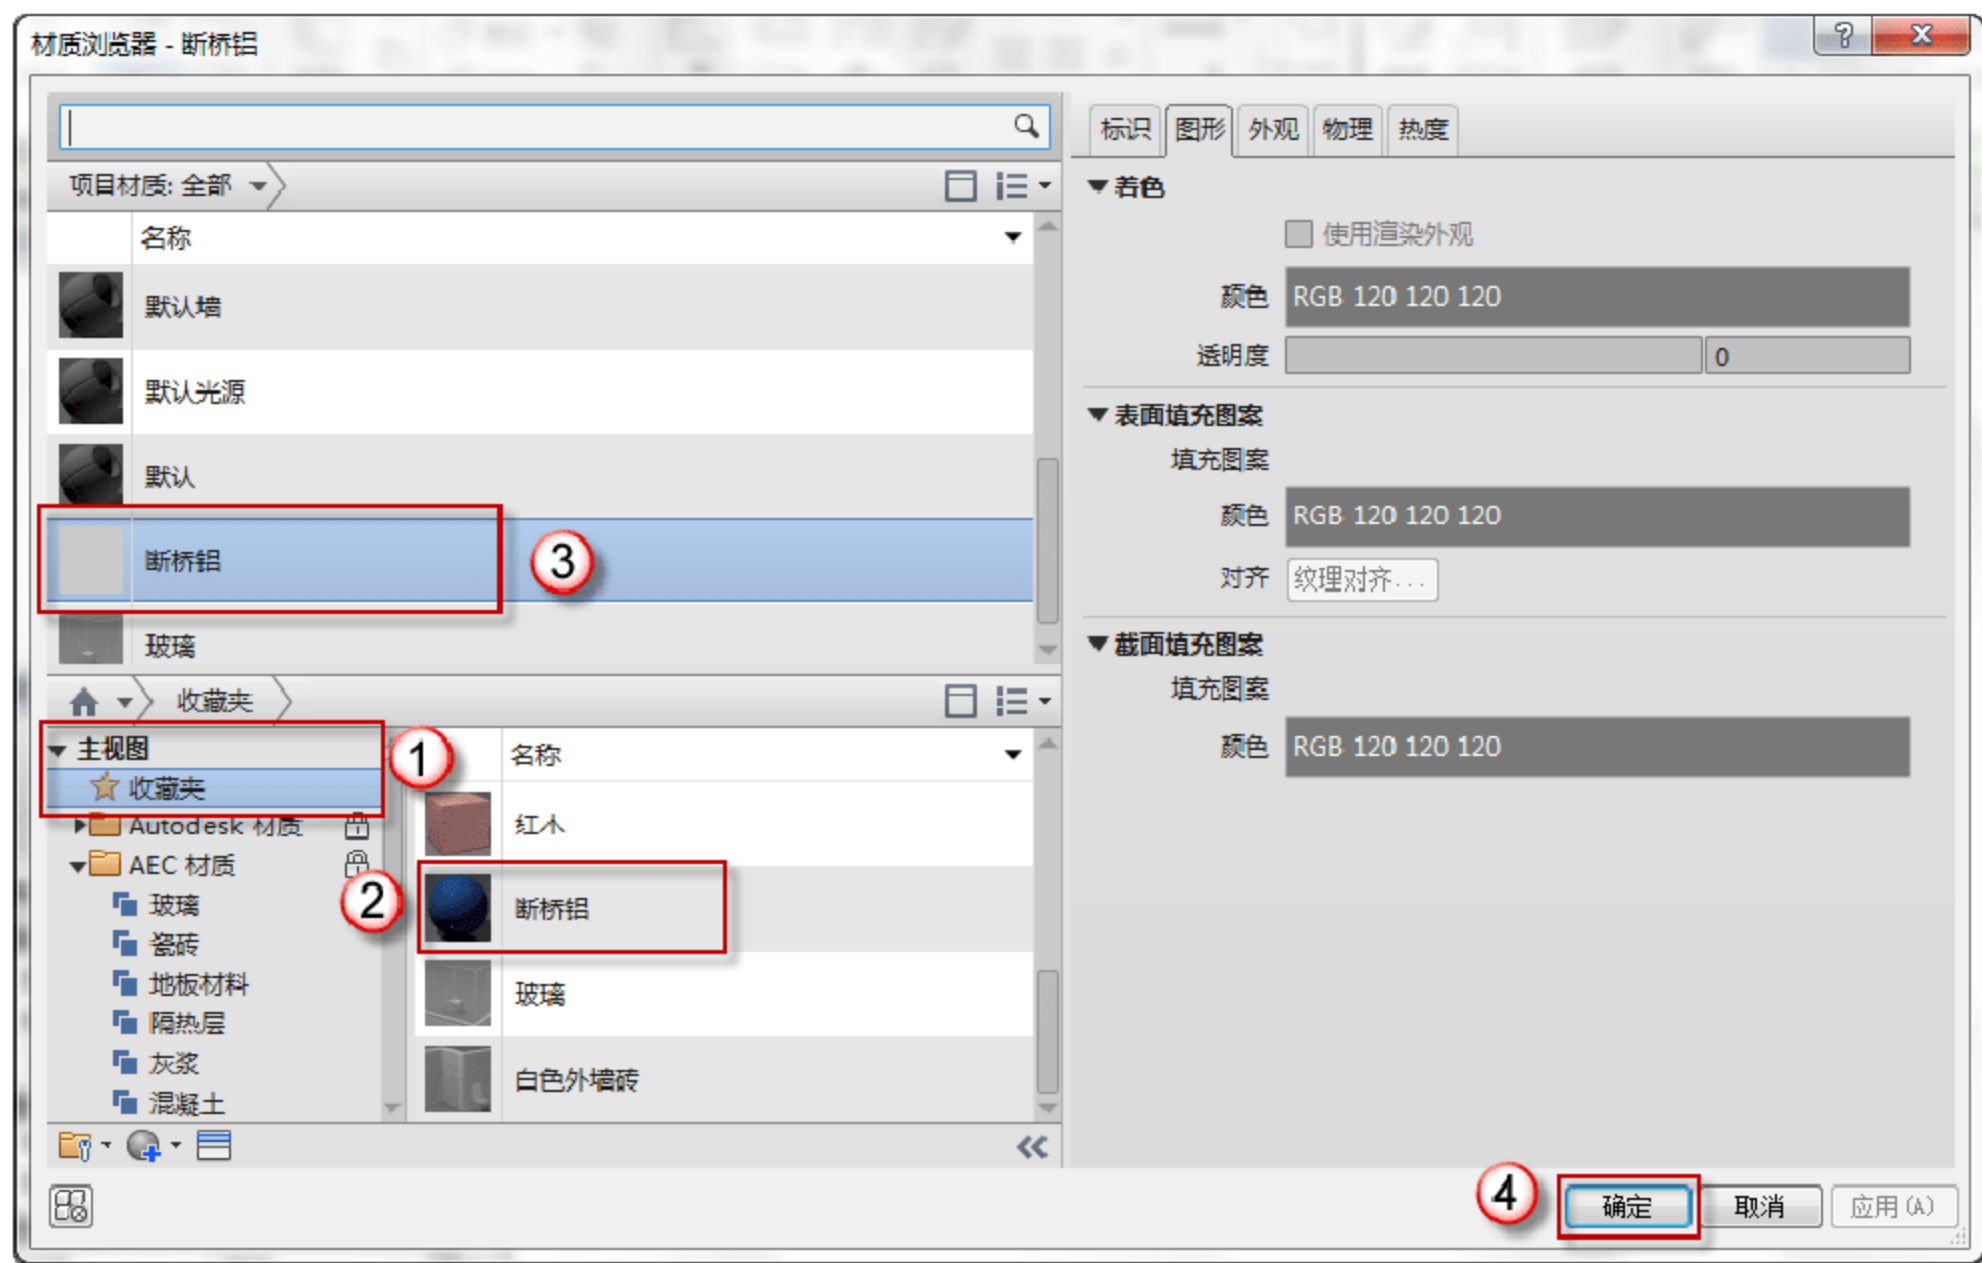

图 7.2.37 添加“断桥铝”材质
(12) 添加“断桥铝”材质。单击“族类型”按钮,弹出“族类型”对话框,单击“材质和装饰”栏“门窗框材质”后的“<按类别>”按钮,弹出“材质浏览器”对话框,选择“主视图”→“收藏夹”→“断桥铝”选项,双击“断桥铝”材质,单击“材质浏览器”对话框中的“确定”按钮,如图 7.2.37 所示。